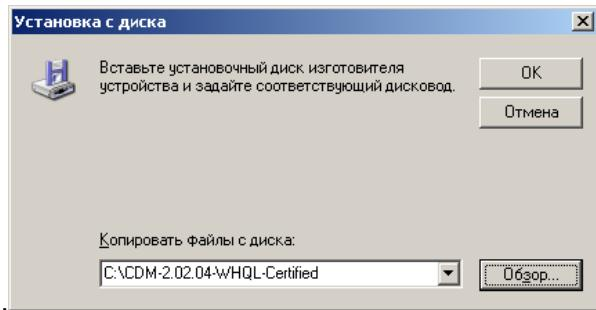
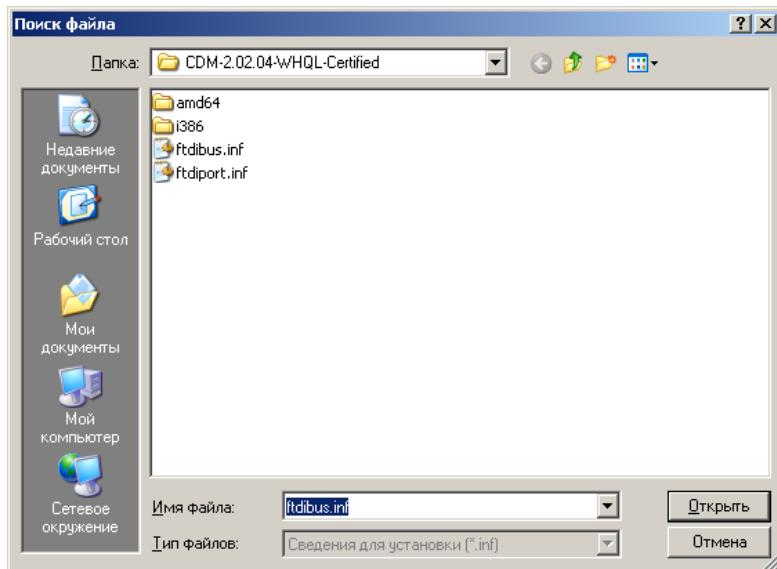

Рис.14. Окно установка драйвера с диска
Рис.15. Выбор директории драйверов.
7) В окне нажать кнопку "**Установить с диска**". Появится окно выбора исходного места копирования файлов драйверов (рис.14). Нажать на кнопку "**Обзор**" для выбора директории с драйверами тахометра.
8) В появившемся окне выбора файлов (рис.15) перейти в корень директории драйверов тахометра (по умолчанию драйвера находятся в папке C:\Program Files\ДО-03) и нажать кнопку "**Открыть**". Снова появится окно установки с диска (рис.14), в которой нажать кнопку "**OK**".